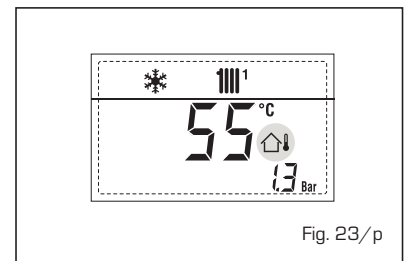

Fig. 23/p
- **INTERVENCIÓN TERMOSTATO DE SEGURIDAD PRIMERA ZONA MEZCLADA "ALL 20"** (fig. 23/q)